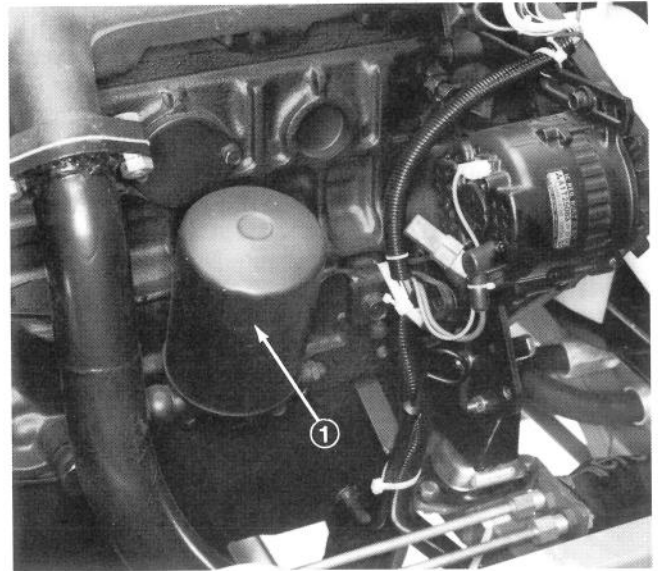

Bild 35
2. Den Ölfilter entfernen (Bild 35). Die neue Dichtung vor dem Aufschrauben des neuen Filters mit etwas frischem Motoröl einölen. NICHT ZU FEST AUFSCHRAUBEN.